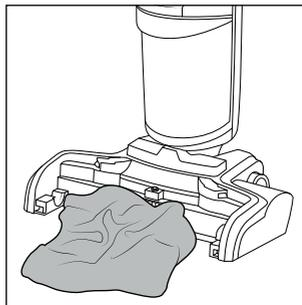

Fig. 36
- ◆ Se la camera della spazzola è sporca, pulirla con uno straccio o panno umido (vedere fig. 36).